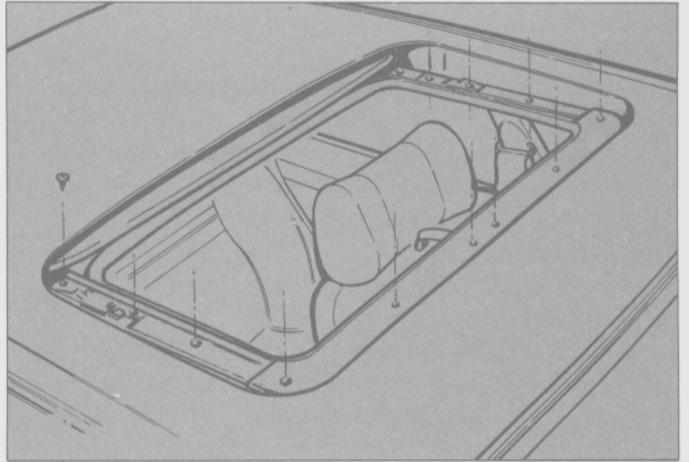

Fig. 328
- Retirar los tornillos que sujetan el mecanismo de deslizamiento al panel del techo ver (Fig. 328).
- Colocar y sujetar con tornillos el mecanismo del techo al panel del mismo. (Fig. 328).